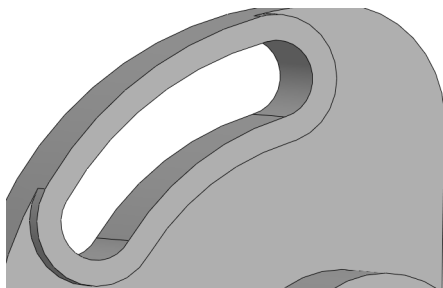

图 14-45 创建拉伸切除特征
(2) 退出草图绘制环境，单击【拉伸切除】按钮，选择新绘制的草图，弹出【切除-拉伸】属性管理器，设置【终止条件】为【完全贯穿】选项，单击【确定】按钮，即可创建拉伸切除特征，如图 14-45 所示。
(3) 单击菜单栏中的【插入】|【特征】|【孔】|【简单直孔】命令，